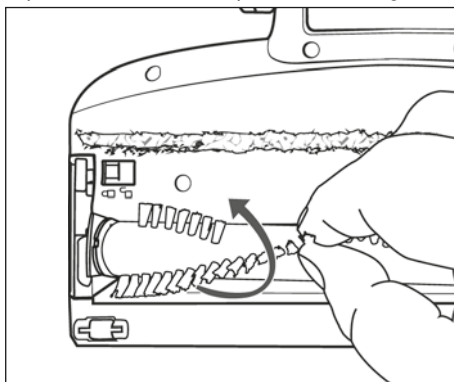

Fig. 27
- 3) Tire del rodillo de cepillos 21 por las cerdas para extraerlo del cepillo para suelos 22. Para extraerlo con más facilidad, gire ligeramente el rodillo de cepillos 21 al mismo tiempo (consulte la fig. 27).